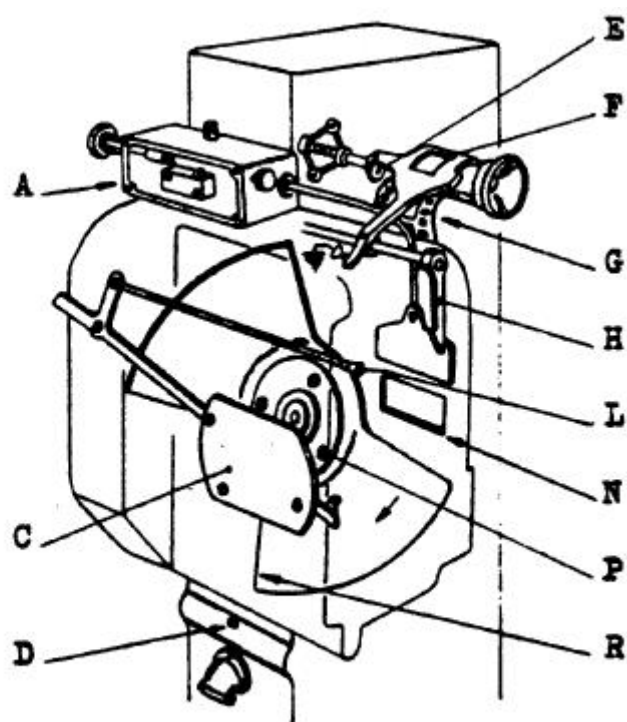

FIG. 18
- nella coppa dell'olio di lubrificazione del lettore del sonoro ottico (fig. 18 el. D);